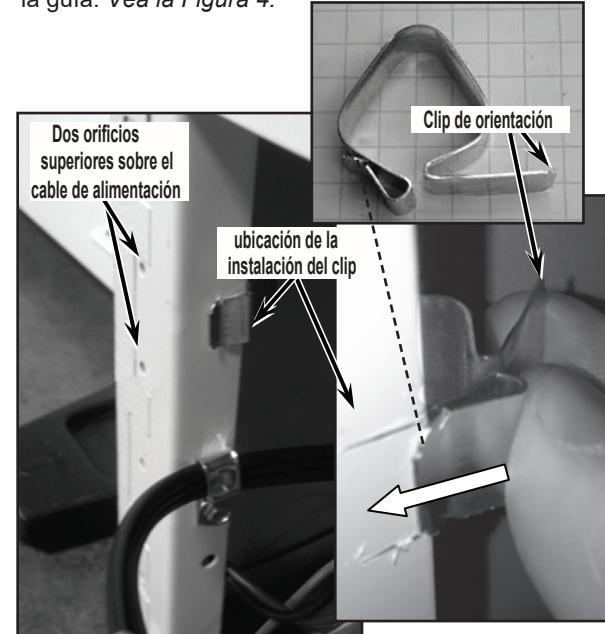

FIGURA 4
6. Instale el clip de orientación en la guía, entre los dos orificios superiores arriba del cable de alimentación. Tenga en cuenta la alineación del clip de orientación sobre la guía. Vea la Figura 4.